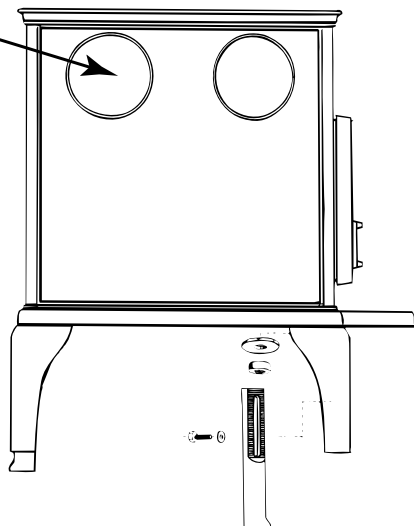
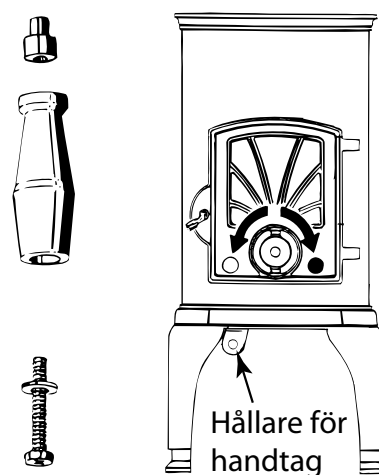

Bild 1: Montering av justerbara ben
Bild 6: Montering av handtag
2. Lägg försiktigt kaminen på sidan och montera benen och askhyllan (se Bild 1). Du kan justera benens längd från 220-300 mm. Montera även dit hållaren för handtaget, se Bild 6, på vänster sida framför värmskolden. Lyft kaminen till stående, vippa inte upp den.